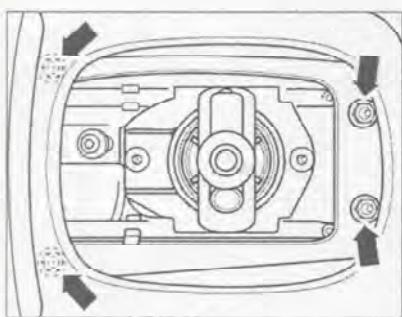

Рис. 7.173. Отверните гайки (стрелки) крепления корпуса механизма переключения передач.
3. Отверните гайки (стрелки) крепления корпуса механизма переключения передач (рис. 7.173). **Момент затяжки:** 10 Нм.